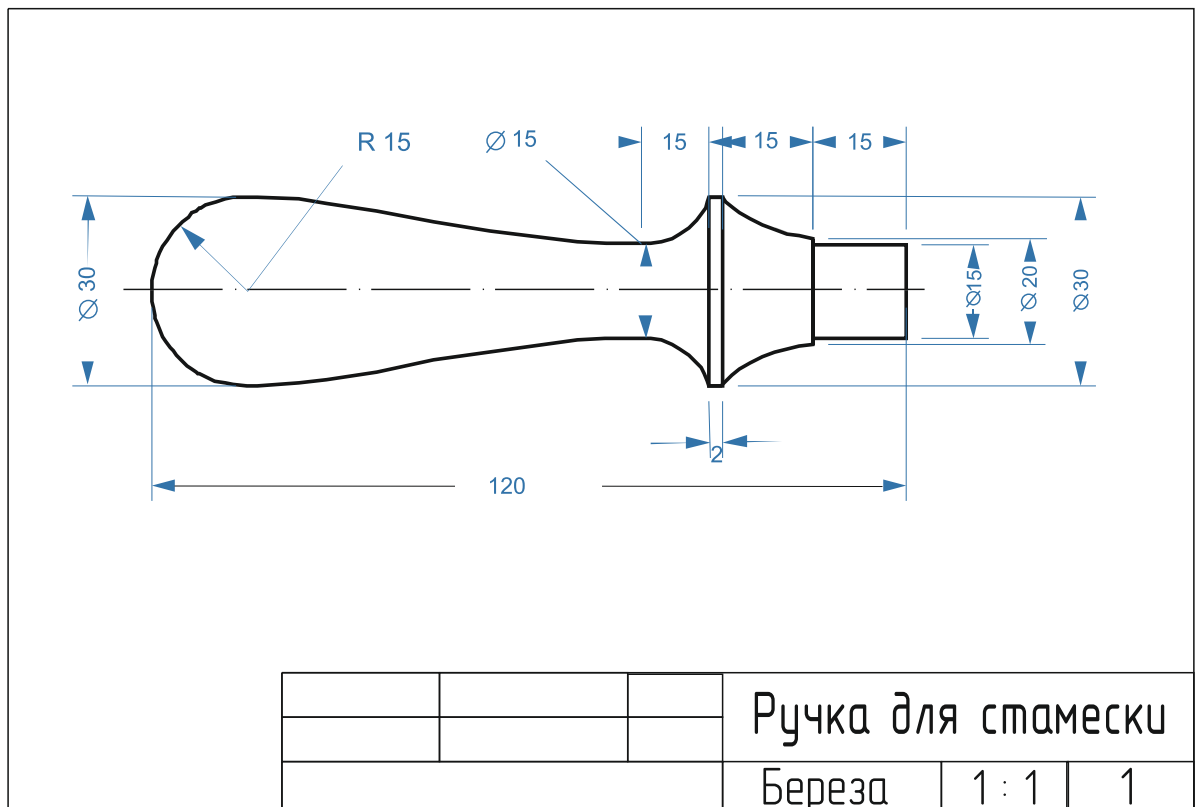

Рис. 1. Чертеж Ручка для стамески
2. По чертежу изготовить Ручку для стамески (рис. 1).